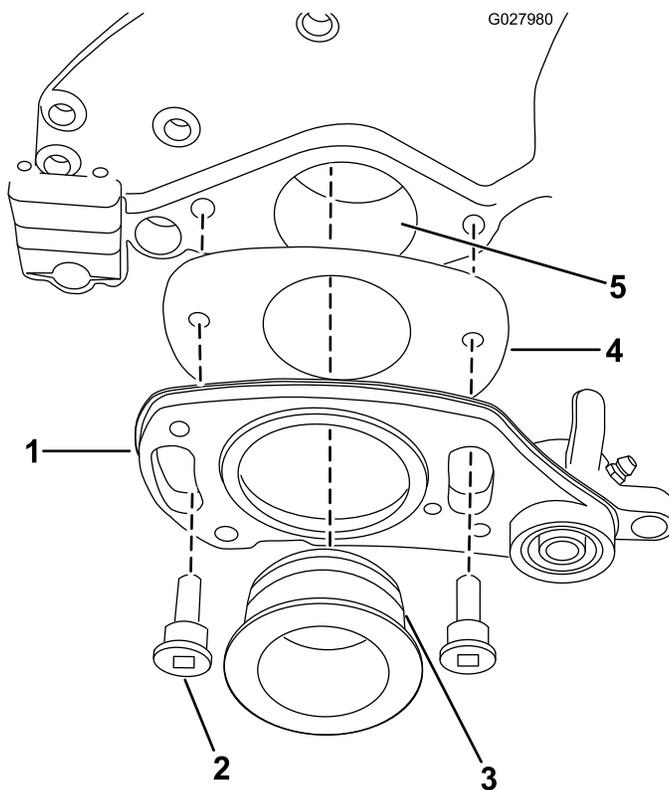

Figure 7
12. Faites glisser l'entretoise sur l'arrière de l'entraînement droit, comme montré à la Figure 7.
13. Enduisez le joint torique et le trou pilote d'une mince couche de graisse (Figure 7).
14. Fixez l'entraînement au moyen de 2 boulons à épaulement, comme montré à la Figure 7.